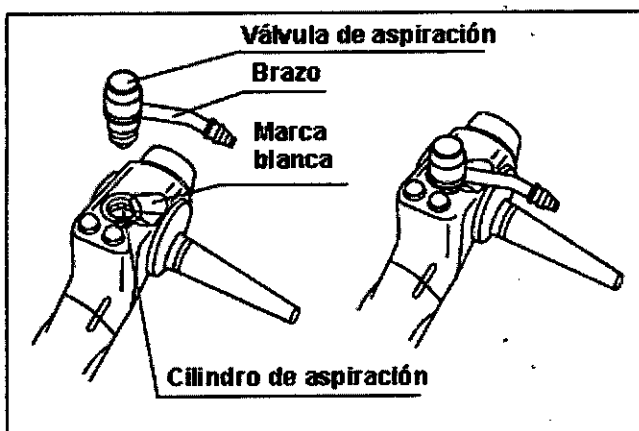

Figura 3.9
1. Introduzca la válvula de aspiración en el cilindro de aspiración, alinee el brazo del cuerpo principal con la marca blanca del endoscopio (véase Figura 3.9).
2. Presione la parte superior de la válvula de aspiración con el dedo hasta que pueda oír que ha entrado en su posición. Compruebe que la válvula de aspiración está fija y funciona suavidad (véase Figura 3.9).